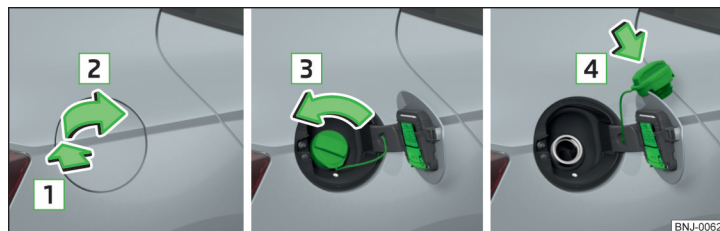

Fig. 245 Abrir la tapa del depósito/ desenroscar el cierre del depósito/ colocar el cierre del depósito en la tapa del depósito
- Presionar la tapa del depósito en el sentido de la flecha **1** y abrirla en el sentido de la flecha **2** » fig. 245.